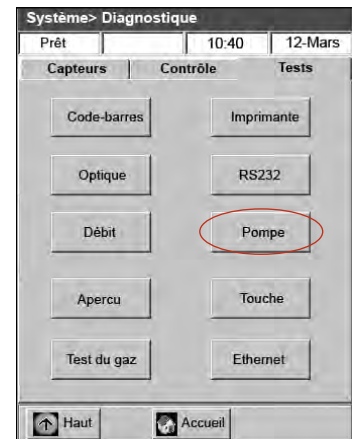

Figure I-6 : Écran "Système > Diagnostics > Tests > Pompe"
10. Sélectionnez **"Pompe"** (Figure I-6) pour tester le moteur de la pompe. La pompe devrait tourner sans à-coups ni bruit excessif. Ce test diagnostique applique automatiquement toutes les vitesses utilisées durant le fonctionnement normal (50–800 tpm) avant de retourner à l'onglet "Diagnostics > Tests".